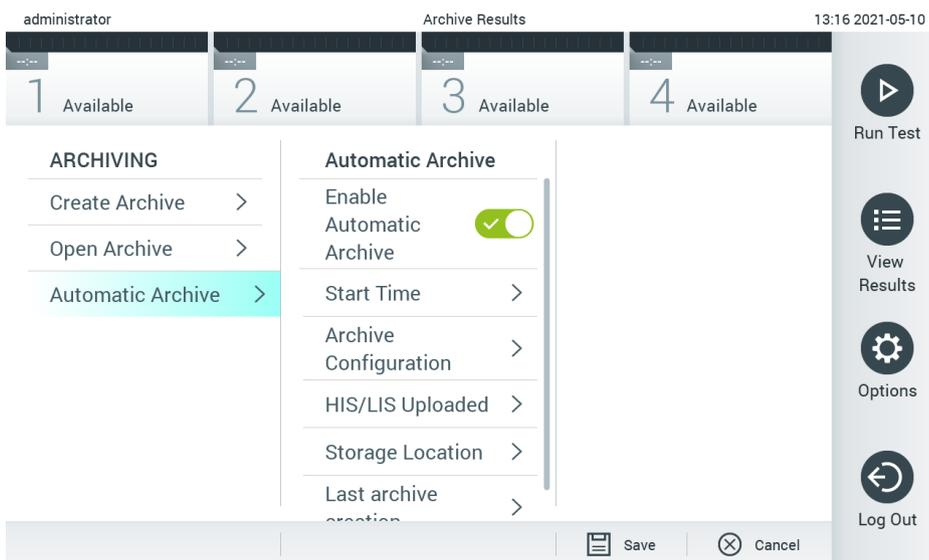

Abbildung 58. Optionen Automatic Archive (Automatische Archiv).
2. Drücken Sie auf **Automatic Archive** (Automatische Archivierung) und aktivieren Sie die Funktion (Abbildung 58).